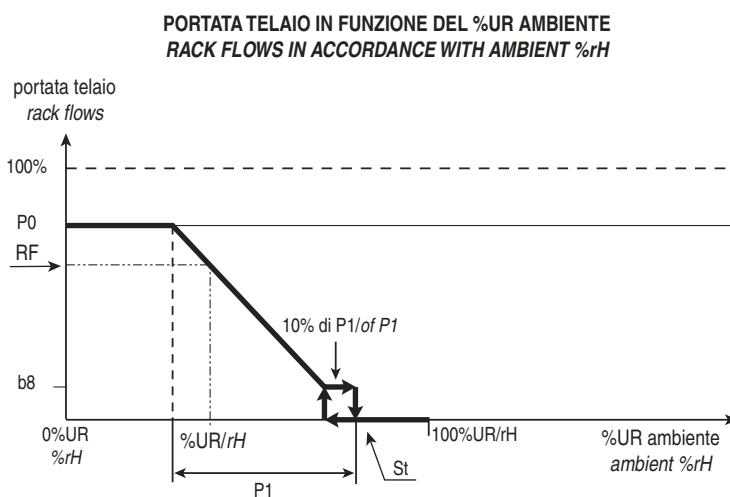

Fig. 3.5.1
1. il regolatore calcola che il valore della portata dell'acqua sia proporzionale al $(St - \% \text{ di umidità ambiente relativa})$ (fare riferimento al diagramma "PORTATA TELAIO VS. % U.R. AMBIENTE" Fig. 3.5.1);
1. controller computes the water flow value to be proportional to $(St - \text{ambient } \%rH)$ (see chart "RACK FLOW VS. AMBIENT %rH" Fig. 3.5.1);